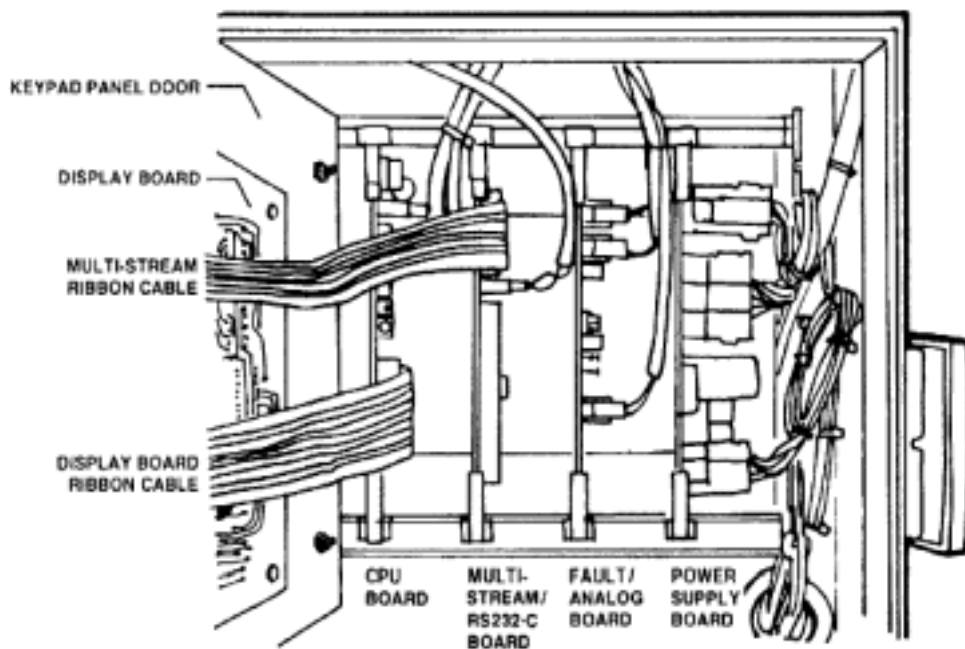

图 9-3 多流路分析系统电路板
4. 把显示板下边缘伸出的带状连接电缆连接到CPU板上。见图9-3。
6. 把黑色的小连接器连接到多流路电路板上。见图9-3。
7. 假如安装了RS-232C接口和打印机选项，则把大的带状连接器连接到多流路电路板上。见图9-3。
8. 假如安装了继电器输出选项，则把小的带状连接器连接到多流路电路板上。见图9-3。